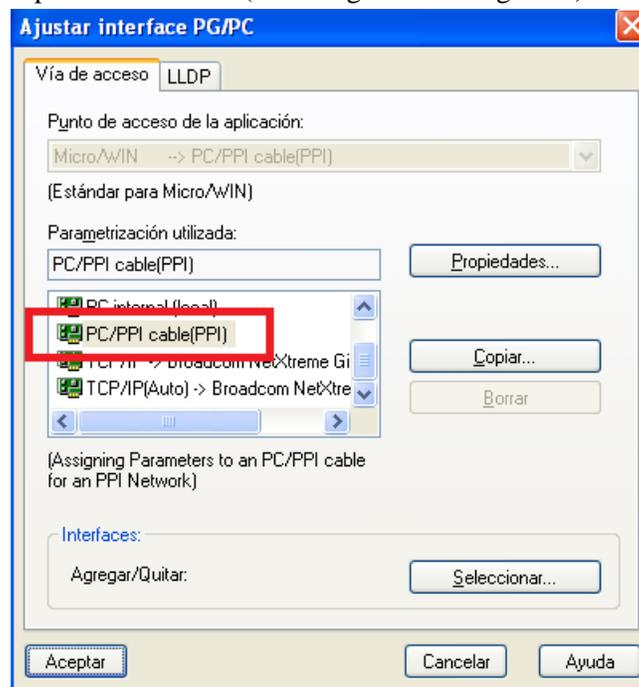
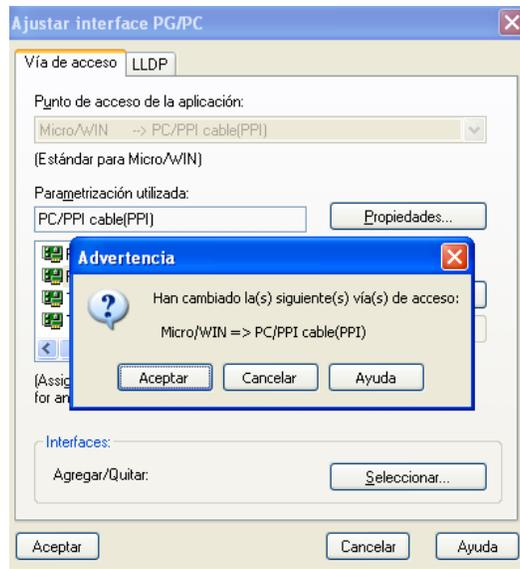

Imagen 11.
Imagen 12.
4.6. Haga clic en la opción “PC/PPI cable (PPI)” y luego en aceptar. Aparecerá un cuadro de diálogo, oprima aceptar nuevamente. (Ver imagen 11 e imagen 12)